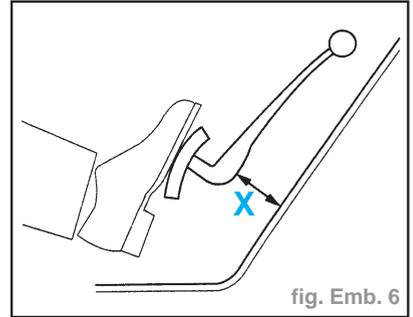

fig. Emb. 6
- Vis (6) 2
- Vis (7) 2
- Refermer la vis de purge (5).
- Vérifier qu'un début de friction du mécanisme d'embrayage apparaît à une cote **X** supérieure ou égale à **35 mm** (la cote **X** est donnée à titre indicatif) (fig. Emb. 6).